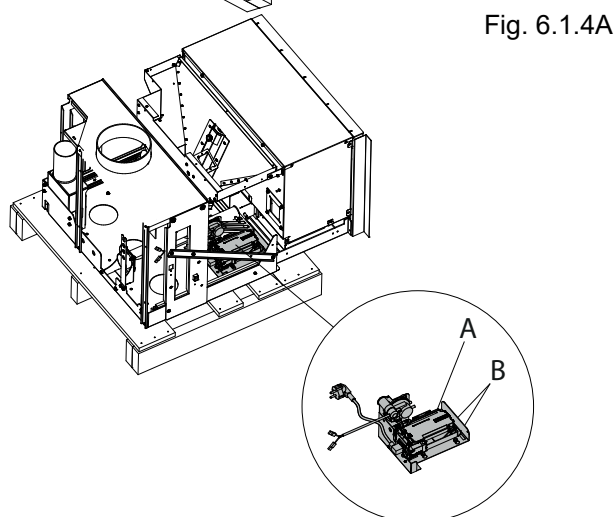

Fig. 6.1.4A
7. Smontare temporaneamente l'assieme portascheda (A) agendo sulle due viti (B) e appoggiarlo con cautela sulla base fissa della macchina (Fig. 6.1.4A).
15. Rimontare l'assieme port scheda (A) (Fig. 6.1.4A).